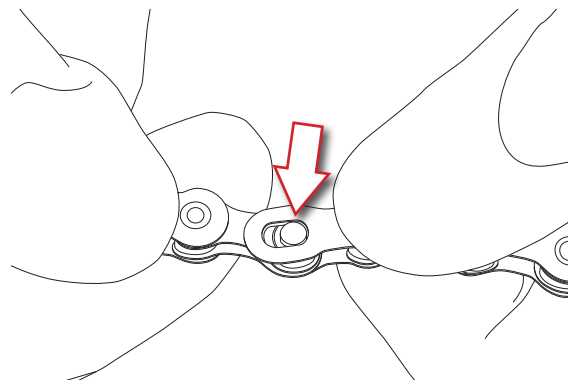

Fig.8
- Insérez les axes dans la zone ayant le plus grand diamètre des fentes du C-Link™ (Fig. 8).